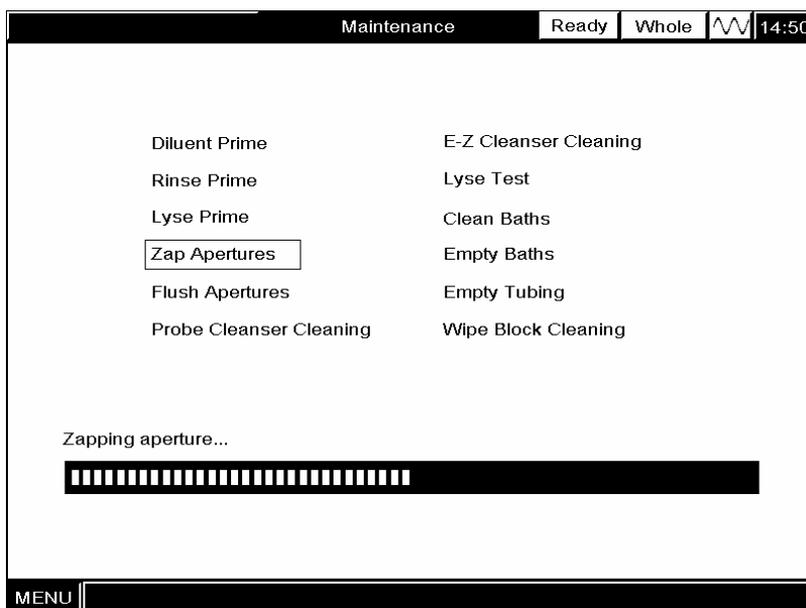

Abbildung 10-6 "Öffnung zurücksetzen"-Anzeige
**WÄHLEN** Sie in der "**Wartung**"-Anzeige "**Öffnung zurücksetzen**" **AUS**, um die Öffnungen zurückzusetzen. Der Fortschritt dieses Vorgangs wird am unteren Rand des Bildschirms angezeigt, wie in Abbildung 10-6 dargestellt. Sobald der Vorgang beendet ist, erscheint auf dem Bildschirm die Anzeige "**Öffnung zurücksetzen Ende**".